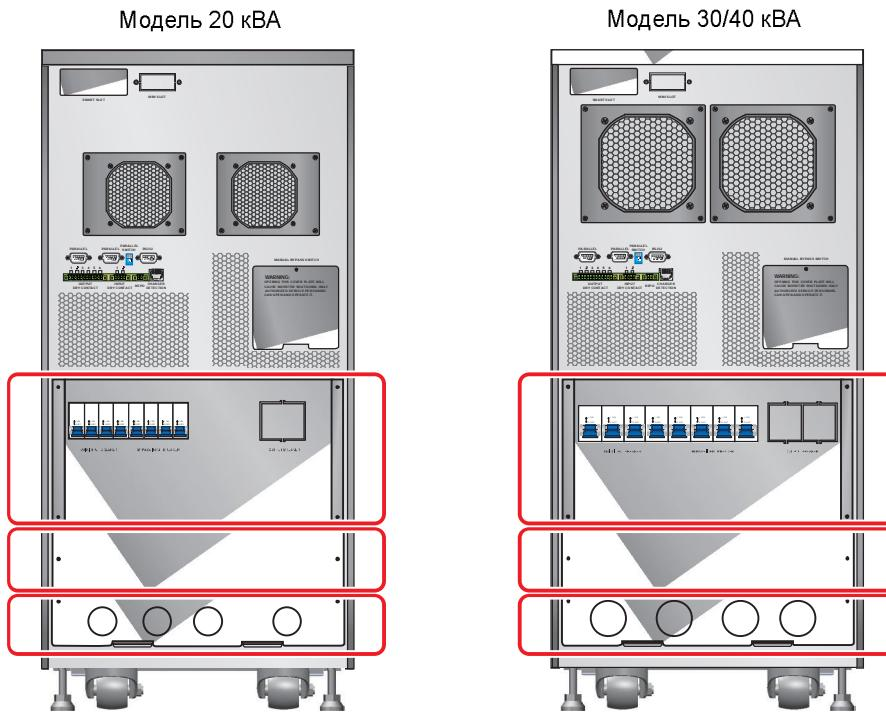

Рис. 6-5. Расположение панелей
- Снимите крышки, показанные на *рис. 6-5*, для доступа к блоку зажимов (см. *рис. 6-8*).